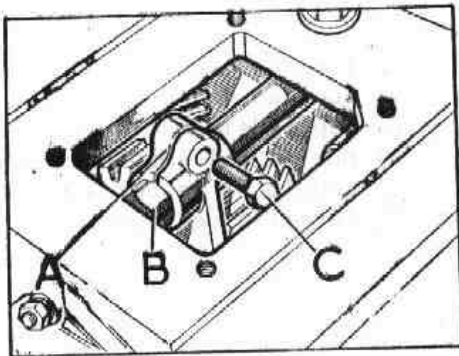

Fig. C-52 Conjunto de la horquilla selector de la caja reductora
- 2.5. Completar el montaje siguiendo un orden inverso, asegurándose de que el tornillo fiador, C (Fig. C-52) encaja en la ranura de la barra corredera.